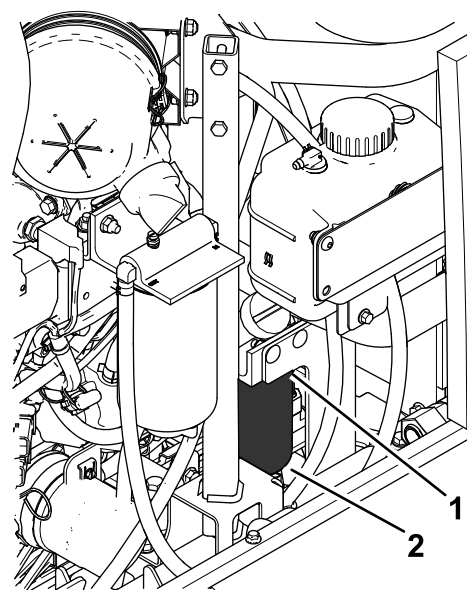

Рисунок 44
1. Очистите поверхность вокруг головки топливного фильтра (Рисунок 44).
2. Снимите фильтр и очистите монтажную поверхность головки фильтра (Рисунок 44).